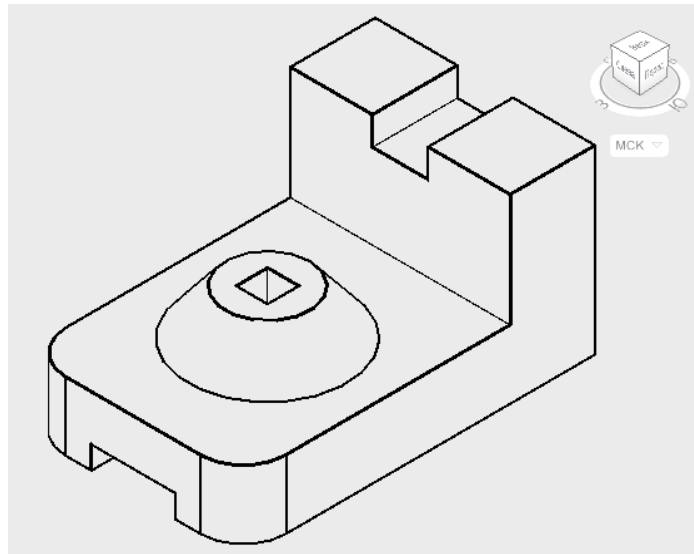

Рисунок 2.30 – Исходная 3D-модель
б) Выполнить вычитание тел для получения прямоугольного паза (команда ВЫЧИТАНИЕ), рисунок 2.30.
8. Объединить полученные части детали в единую модель, рисунок 2.30.